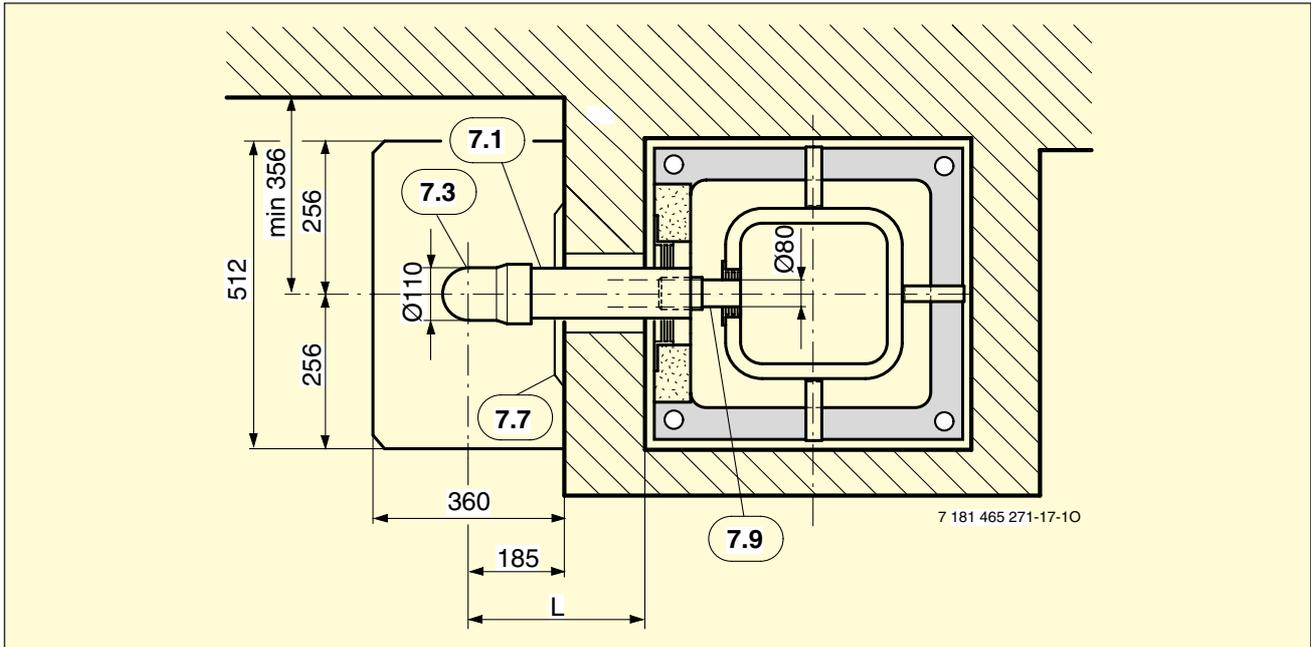

Bild 40
**Legende zu Bild 40 bis 43:**